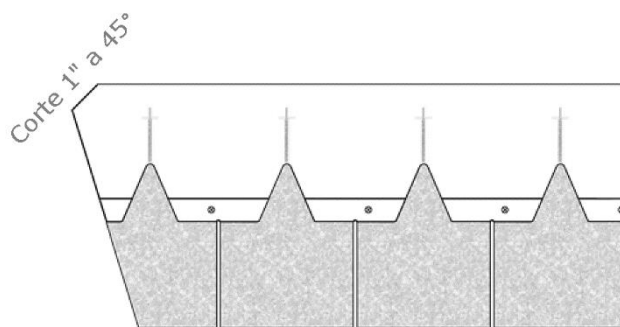

FIGURA 12 - Corte de la Esquina
- **TEJAS** - Corte **1" (25 mm)** a un **ángulo de 45°** de la esquina superior de la teja que entra a la limahoya. Vea la **Figura 12**. Aplique **dos cordones paralelos de 1/2" (12,7 mm) de diámetro y 1" (50mm) de separación** del sellador y adhesivo aprobado por FWAVE (vea la **Tabla 1**) al dorso de la teja de la limahoya cortada. Corte las tejas en la limahoya para formar una limahoya abierta o la alternativa una limahoya cerrada, como definido en las siguientes secciones.